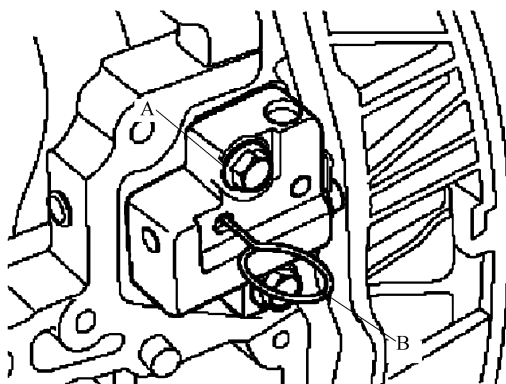

图 8-49 安装正时链张紧器
6) 如图 8-49 所示, 安装液压张紧器 (A), 拆卸销 (B)。